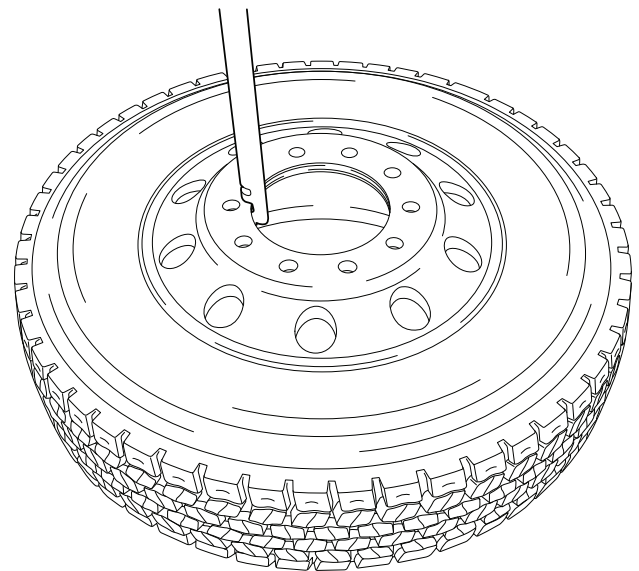

Figura 2
1. **Rueda de acero:** enganche la segunda ranura del inclinador de ruedas (marcada ALUMINUM WHEEL [RUEDA DE ALUMINIO]) en el émbolo de la rueda, como se muestra en la figura 2.